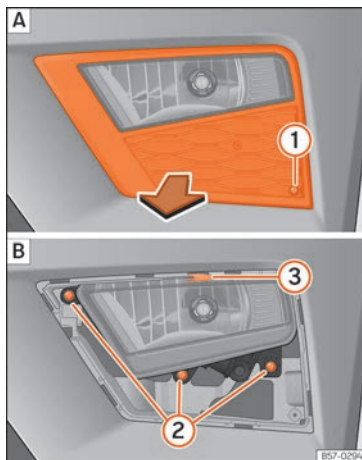
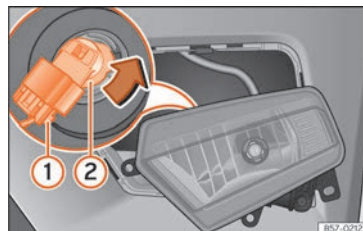

Abb. 57 Nebelscheinwerfer: Gitter herausziehen.
Abb. 58 Nebelscheinwerfer: Lampenhalter ausbauen
- Schraube »» **Abb. 57** ① **A** mit einem Schraubendreher aus der Blende des Nebelscheinwerfers herausschrauben und Blende herausziehen.
- Entfernen Sie die 3 Schrauben »» **Abb. 57** ② **B**.
- Ziehen Sie die Metallklammer an der Oberseite des Nebelscheinwerfers zur Außenseite des Fahrzeuges ab ③ **B** und entfernen Sie den Nebelscheinwerfer.
- Ziehen Sie den Stecker »» **Abb. 58** ① von der Lampe ab.
- Drehen Sie den Lampenträger »» **Abb. 58** ② nach links und ziehen Sie.